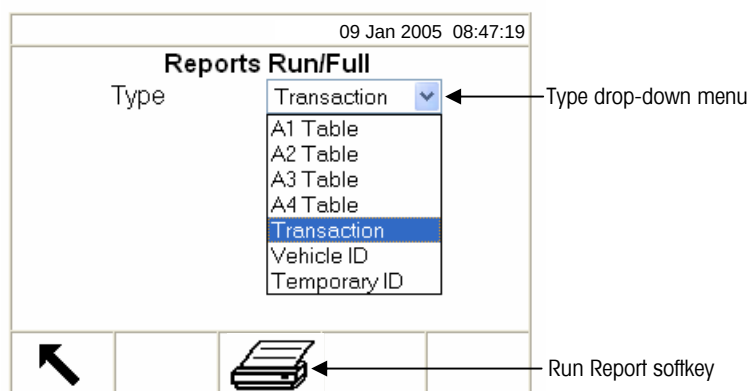

Figura 2-17: Schermata Reports Run (Esecuzione report) a schermo intero
1. Premere il soffkey RUN REPORT (ESEGUI REPORT). Viene visualizzata la schermata Reports Run (Esecuzione report) a schermo intero (vedere figura 2-17).